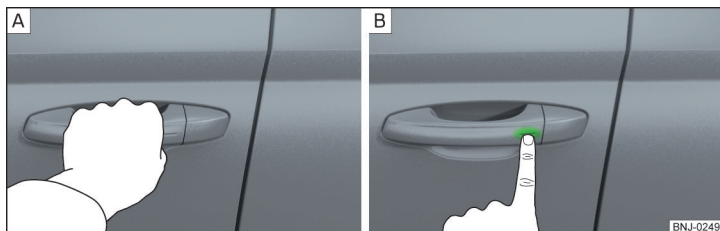

Fig. 31 Sbloccaggio / bloccaggio del veicolo
- Afferrare la maniglia della porta per **sbloccare** il veicolo » fig. 31 - **A**.
- Toccare con le dita il sensore sulla maniglia della porta per **bloccare** il veicolo » fig. 31 - **B**.